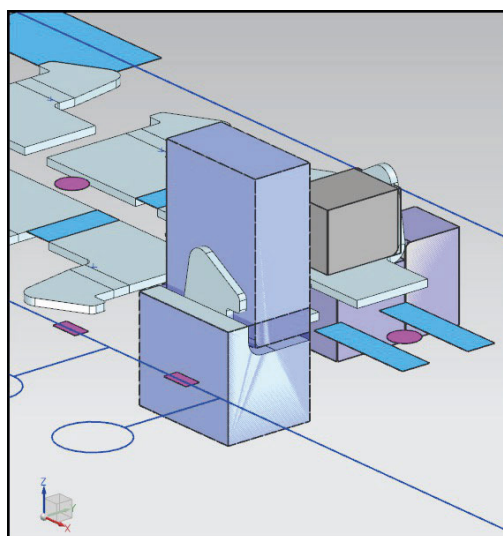

Рис. 9.14. Гибочный инструмент
28. Настройте дополнительные параметры матрицы. В разделе **Зазор** установите величину зазора 0,050 мм. В разделе **Настройки** все кнопки сделайте неактивными. Нажмите кнопку **ОК**. Результат работы представлен на рис. 9.14.